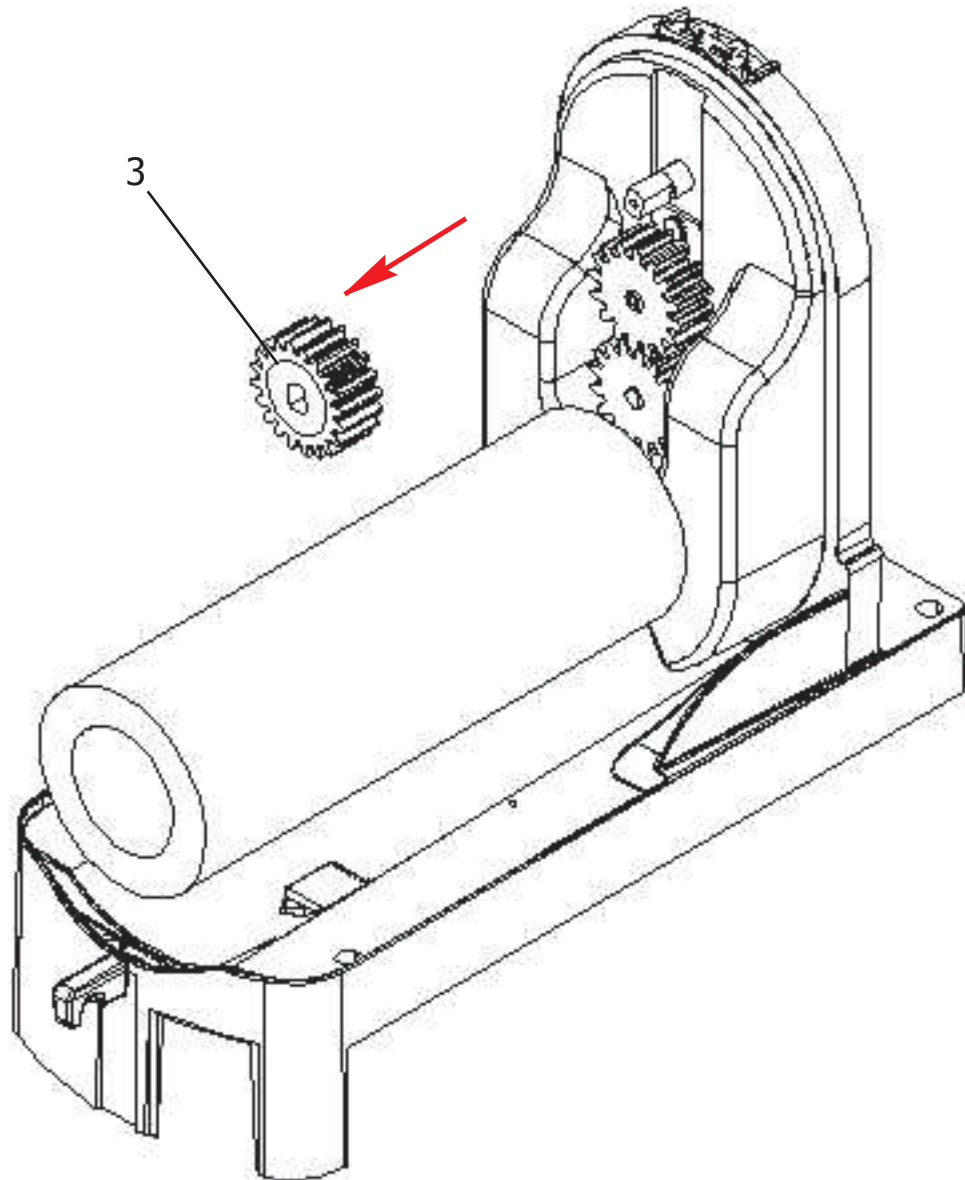

Fig. 7
La terza fase (Fig.7) prevede lo smontaggio del primo ingranaggio (3) che permetterà come verrà illustrato in seguito di sfilare gli altri ingranaggi. Per rimuovere l'ingranaggio tirare nel senso raffigurato.
The third phase (Fig.7) is the disassembly of the first gear (3) that, as we will show you in the following illustrations, will enable you to remove the other gears. To remove the gear just pull in the direction showed in the illustration.